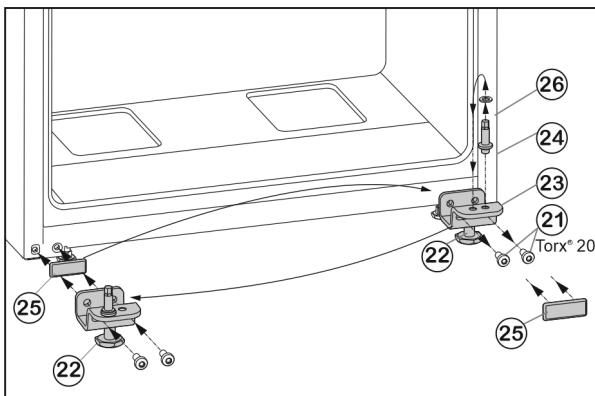

Fig. 7
- ▶ Svitare le viti di fissaggio Fig. 7 (21).
- ▶ Rimuovere completamente il cuscinetto di supporto inferiore Fig. 7 (23) con il perno del cuscinetto Fig. 7 (24), la rondella Fig. 7 (26) e il piede di regolazione Fig. 7 (22).
- ▶ Svitare completamente il perno del cuscinetto Fig. 7 (24) con la rondella Fig. 7 (26) sposterlo nel foro di inserimento situato sul lato opposto del cuscinetto di supporto e riavvitare saldamente.
- ▶ Estrarre con cautela la piastra di copertura Fig. 7 (25) e riapplicarla sul lato opposto.
- ▶ Riavvitare **saldamente (con una coppia di 4 Nm)** tutto il cuscinetto di supporto inferiore Fig. 7 (23) con il perno del cuscinetto Fig. 7 (24), la rondella Fig. 7 (26) e il piede di regolazione Fig. 7 (22) sul lato della nuova cerniera, eventualmente con l'ausilio di un avvitatore a batteria.
- ▶ Inserire la porta dall'alto sul perno del cuscinetto Fig. 7 (24).
- ▶ Svitare il piede di regolazione Fig. 7 (22) sul cuscinetto di supporto inferiore Fig. 7 (23) fino a quando non poggia a terra.